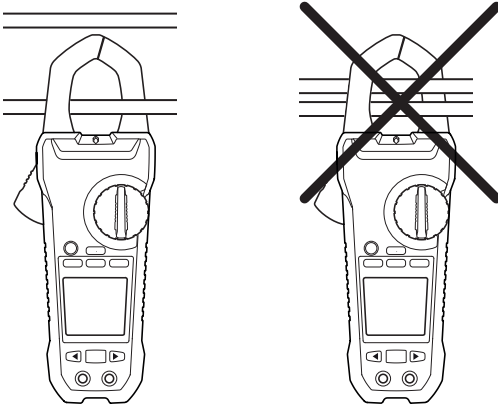

图5.1 正确和不正确的设置
使用钳夹测量电流时，钳夹只能包住一根导线— 请参阅图5.1。
5. 按下扳柄，打开钳夹。完全包住一根导线—请参阅图5.1。要获得最优结果，导线应位于钳夹中心。
3. 按下扳柄，打开钳夹。完全包住一根导线—请参阅图5.1。要获得最优结果，导线应位于钳夹中心。